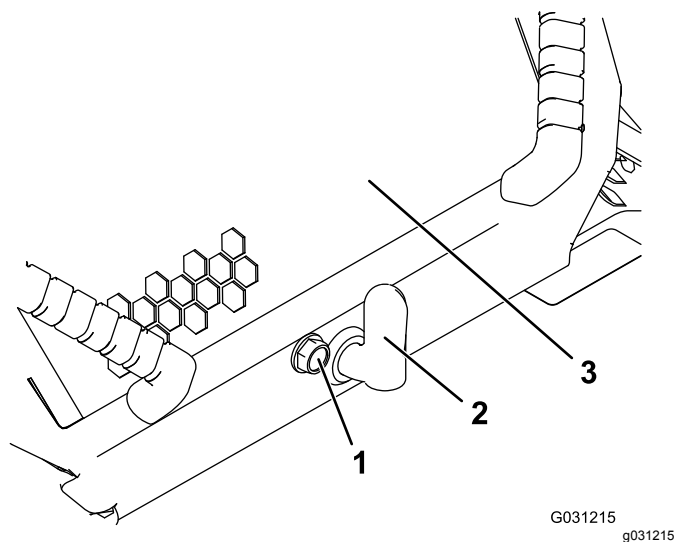

Figura 34
1. Afloje el tornillo de bloqueo del capó (Figura 34).
2. Gire el cierre del capó en sentido horario (Figura 34).
3. Agarre las manijas y abra el capó (Figura 34).
3. Apriete el tornillo de bloqueo del capó para bloquear el cierre (Figura 34).